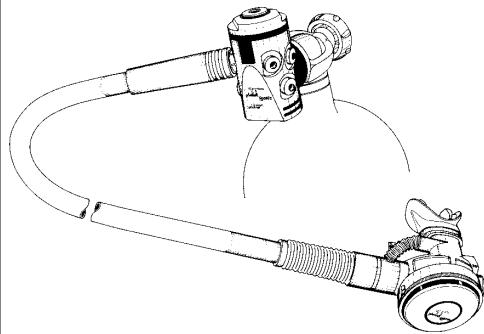

Fig. 5
- Richten Sie die erste Stufe so aus, daß der Mitteldruckschlauch des Hauptautomaten über die rechte Schulter des Tauchers läuft (Abb. 5).
- Positionner le détendeur de façon à ce que le flexible du deuxième étage passe au-dessus de l'épaule droite (Fig. 5).